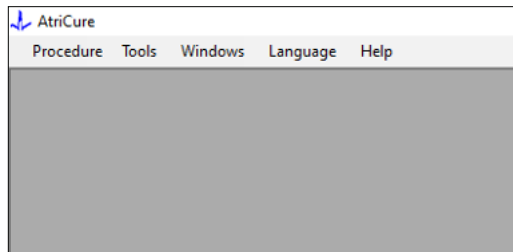

Figura 3: Caracteristicile/Meniul interfeței software-ului
1. Software-ul *RF_Display* are cinci caracteristici/meniuri diferite (consultați **Figura 3**):